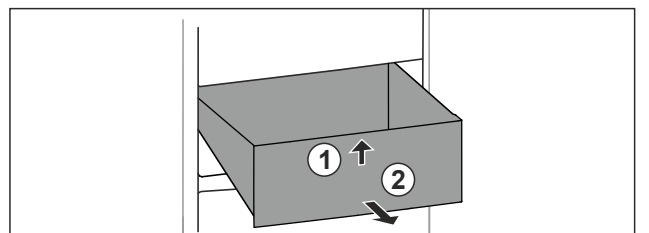

Fig. 86
- ▶ Nosta vetolaatikon etuosaa ylös. Fig. 86 (1)
- ▶ Poista vetolaatikko vetämällä eteenpäin. Fig. 86 (2)